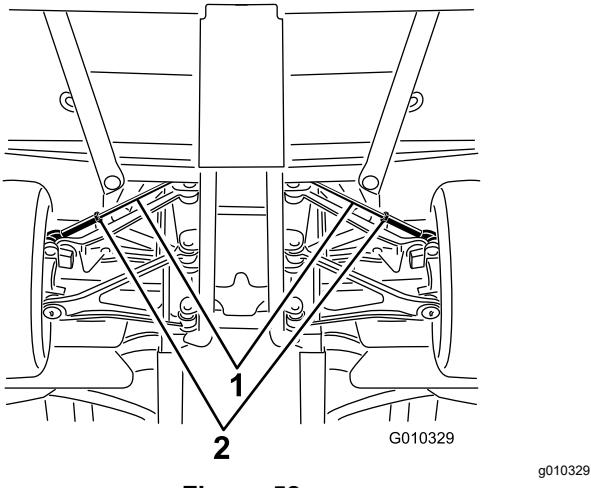

Figure 58
- A. Desserrez l'écrou de blocage au centre de la bielette (Figure 58)